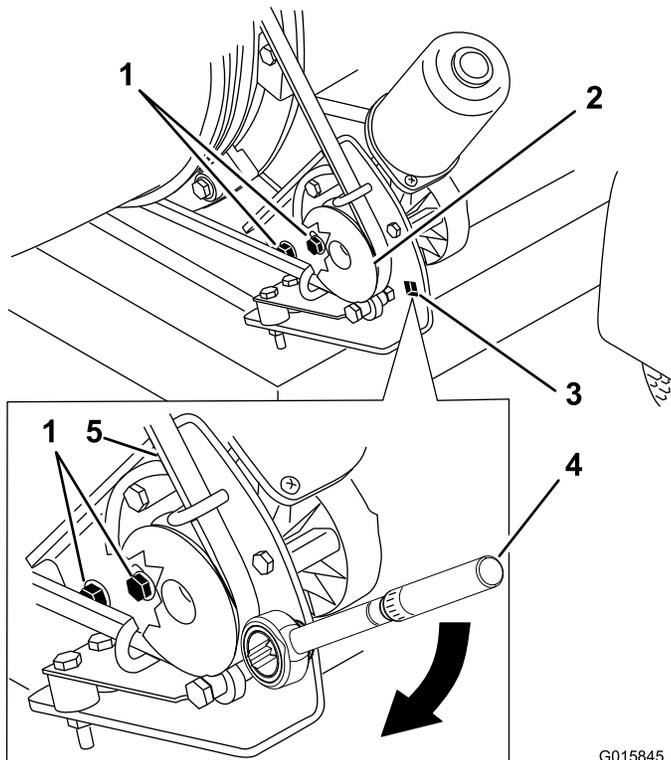

Figure 32
1. Desserrez les boulons qui fixent le support de la poulie au cadre du souffleur (Figure 32).
2. Placez une clé dynamométrique dans le support de la poulie (Figure 32).
3. Faites pivoter le support de poulie et éloignez-le de l'embout jusqu'à ce que la clé dynamométrique indique 23 à 26 N·m (200 à 230 po-lb) (Figure 32).